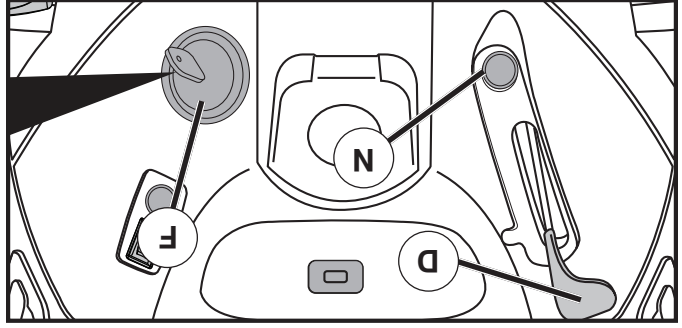

Fig. 6
PARA USAR EL CONTROL DE LA ACCELERACIÓN (D) (Vea Fig. 6)
PARA USAR EL CONTROL DE ESTRANGULACIÓN (N) (Vea Fig. 6)
- Para enganchar el control de estrangulación (N), tire la manilla hacia afuera. Lentamente, empuje la manilla hacia adentro para desengancharlo.